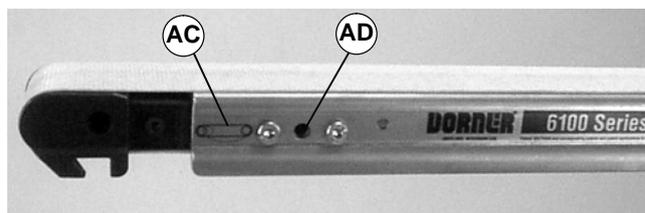

Abbildung 20
3. Auf der Spannseite des Förderers, die mit einem  Etikett identifiziert ist (AC siehe Abbildungen 20 u. 21), einen 5 mm Sechskantschlüssel einführen, damit das Ritzel im Eingriff ist (AD siehe Abbildung 20).
- An der Spannseite des Förderers, die mit einem  Etikett identifiziert ist (AC siehe Abbildungen 20 u. 21), einen 5 mm Sechskantschlüssel einführen, damit das Ritzel im Eingriff ist (AD siehe Abbildung 20).
1. Auf der Spannseite des Förderers, die mit einem  Etikett identifiziert ist (AC siehe Abbildungen 20 u. 21), einen 5 mm Sechskantschlüssel einführen, damit das Ritzel im Eingriff ist (AD siehe Abbildung 20).
HINWEIS: Am Ritzel (AD siehe Abbildung 20) ein Drehmoment von 2,8 Nm für 44 mm bis 305 mm breite Förderer und 4,5 Nm für einen 457 mm breiten Förderer nicht überschreiten. Ein zu starkes Spannen des Gurtes könnte eine zu starke Belastung der Antriebsrollenlager verursachen und zu einem frühzeitigen Versagen führen.